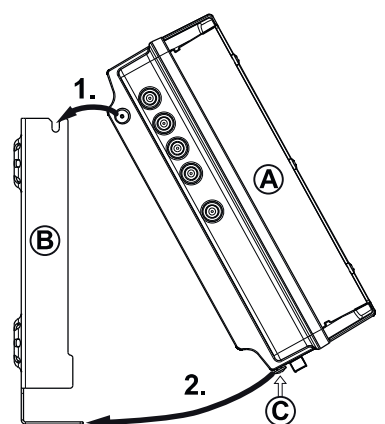

Fig. 3: Accrocher la station de tête
1. Montez le support mural à l'horizontale sur la surface de montage ; voir ⓐ sur la Fig. 3. Important :
2. Accrochez la station de tête ⓐ dans le support mural ⓑ ; voir Fig. 3.